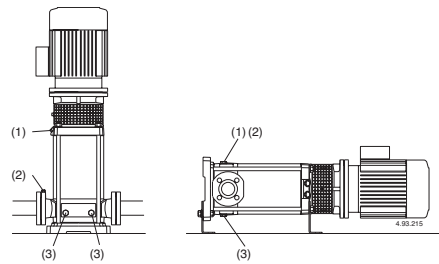

Рис. 4 (1) Наполнение и отдушина
При положении насоса выше уровня перекачиваемой жидкости (работа в режиме всасывания, рис. 3А) или при недостаточной высоте напора (менее 1 м) для открытия обратного клапана наполните всасывающую трубу и насос через соответствующее отверстие (1) (рис. 4). Для удобства можно использовать шланг (или колено) и воронку.
Во время наполнения винт со штифтом (14.17) в сливной пробке (14.12) должен быть откручен, чтобы имелось соединение между камерой подающей части и камерой всасывающей части (рис. 4а).
Рис. 4а Наполнение: внутренний проход открыт
Рис. 4б При работе: внутренний проход открыт
При работе под гидравлическим напором (рис. 3В) наполняйте насос, медленно открывая задвижку на всасывающей трубе до полного раскрытия; при этом, задвижка в подающей трубе и отдушины (1) и (2) должны быть полностью открыты (рис. 4), чтобы выпустить воздух.
Закрыть отдушины (1) и (2) (рис. 4).
Для MXV-B, MXV(L) 25-32-40 е MXV(L)4 25-32-40 Затяните игольчатый винт (14.17) в сливной заглушке (14.12) (рис. 4б) и закройте отверстие для выпуска воздуха (14.04).
Если заливка прерывается (непостоянный поток на подаче при открытых задвижках) или если давление на манометре колеблется, провести повторный выпуск воздуха на всасывании (2), проверить герметичность всех соединений всасывающей трубы и крепко затянуть выпускную заглушку (2) и сливные заглушки (3) со стороны всасывания (рис. 4).
По возможности, как в случае временной работы с грязными жидкостями, прокачайте через насос немного чистой воды для удаления осадков. Либо, после слива воды, промойте насос, залив не менее 40 чистой воды в заливочное отверстие (1) со стороны подачи и дав ей выйти через сливное отверстие (3) со стороны всасывания (рис. 4).
Перед разборкой насоса закройте задвижки на всасывании и подаче и слейте жидкость из корпуса насоса (рис. 4).
4. отсоединить провод от зажимной коробки, открутить винты (70.18) с гайками (70.19) и извлечь двигатель из соединения (64.22) – рис. 4 а;
5. снять винты (61.07) и снять втулку (32.00) с подшипником (66.00) и соединением (64.22) с верхней крышки (34.02) и вала (64.00) – рис. 4б;